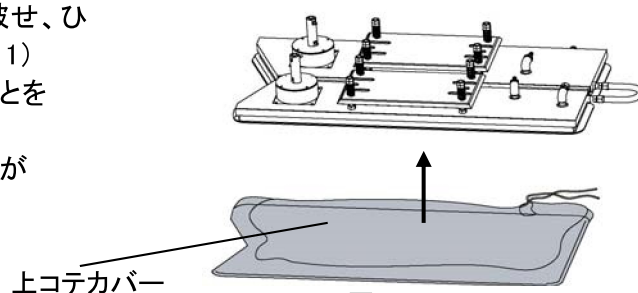

図 11
- ③ 上コテマットで上コテの縁を覆うようにカバーを被せ、ひもを強く引っ張り緩まないように結びます。(図 11)